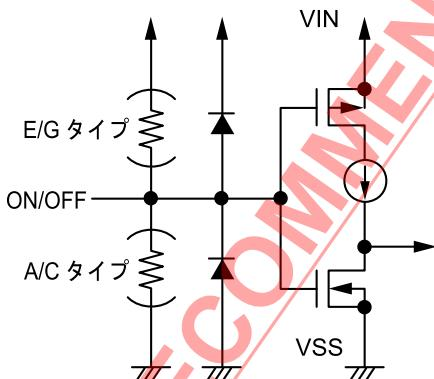

図24
ON/OFF端子は図24、図25の構造になっています。S-1711シリーズA/C/E/Gタイプでは、ON/OFF端子がフローティング状態のとき、内部でVIN端子にプルアップもしくはV_{SS}端子にプルダウンされているため、VOUT端子はV_{SS}レベルとなります。またS-1711シリーズB/D/F/Hタイプでは、ON/OFF端子は内部でプルアップもプルダウンもされていないため、フローティング状態で使用しないでください。ON/OFF端子を使用しないときは、製品タイプがB/Dの場合はVIN端子に接続し、F/Hの場合はV_{SS}端子に接続しておいてください。
*1. S-1711シリーズA/CタイプではON/OFF端子をVIN端子に接続した状態、S-1711シリーズE/GタイプではON/OFF端子をV_{SS}端子に接続した状態で動作させたときのICの消費電流は、プルアップ抵抗またはプルダウン抵抗に流れ込む電流分だけ多く流れますので注意してください（図24参照）。